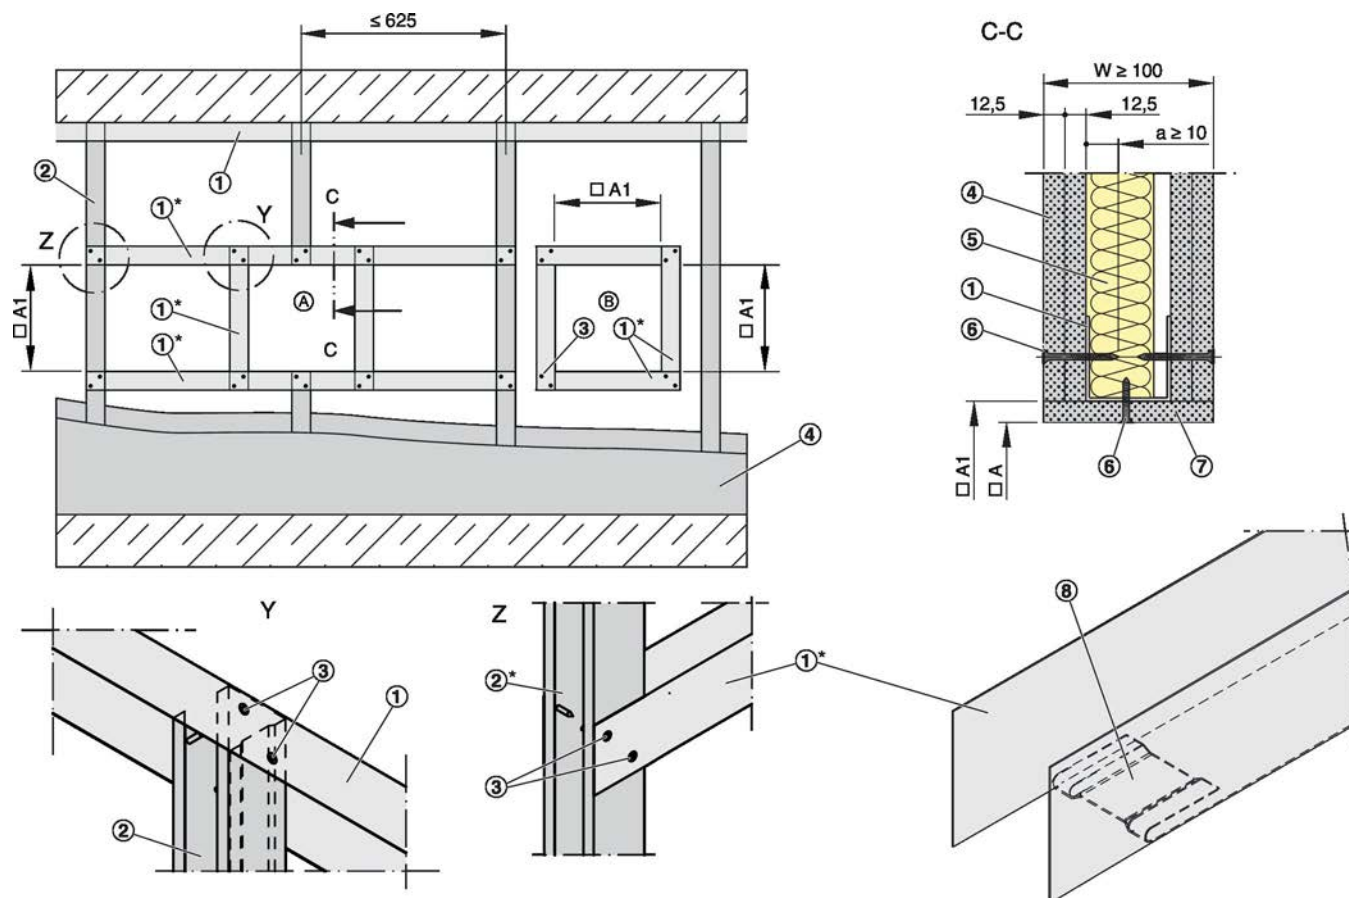

Fig. 8: Cloison légère avec structure métallique portante et habillage des deux côtés
- Monter la cloison légère conformément aux instructions du fabricant et créer une ouverture, Voir la Fig. 8